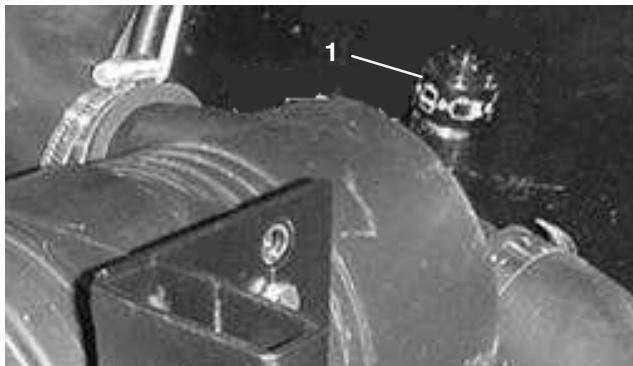

Bild 43
- Warten Sie die Luftfilter, wenn die Luftfilteranzeige (Bild 43) Rot anzeigen oder alle 450 Stunden (bei einer sehr staubigen oder schmutzigen Umgebung häufiger). Warten Sie den Luftfilter nicht zu häufig.
- Stellen Sie die Anzeige (Bild 43) zurück, wenn sie auf Rot steht.